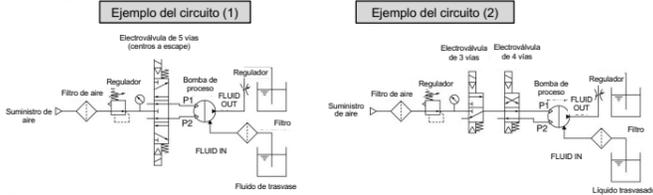

Fig. 4 Ejemplos de circuitos de accionamiento neumático
<Arranque y parada> Consulte los ejemplos de circuito [Fig. 4].
Nota 2: Para la electroválvula, use una válvula de 5 vías de centros a escape o una combinación de una válvula de 3 vías de escape residual y una válvula de 4 vías para una bomba. Si el aire que hay en el interior de la cámara de actuación no se libera al detener la bomba, la membrana estará sometida a presión y esto reducirá su vida útil. Consulte los ejemplos de circuito (1) y (2) [Fig.4].